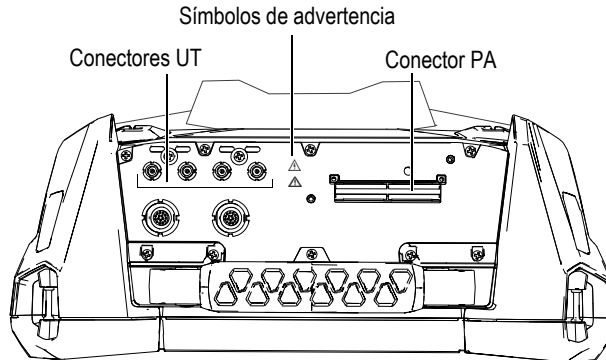

Figura 5-1 Conectores de adquisición
- Para reducir el riesgo de descargas eléctricas, evite tocar el conductor interno de los conectores LEMO. El conductor interno de los conectores UT puede alcanzar una tensión de hasta 350 V y el conector PA de hasta 120 V. Los símbolos de advertencia cerca de los conectores LEMO indican riesgos de descarga eléctrica (ver Figura 5-1 en la página 66).